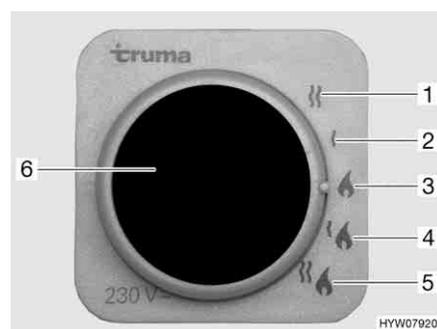

Fig. 186 Selettore di energia per riscaldamento/boiler
- Funzionamento a gas (Fig. 186,3)
- Funzionamento elettrico a 230 V con gradi di potenza da 900 W (Fig. 186,2) oppure 1800 W (Fig. 186,1)
- Funzionamento a gas e funzionamento elettrico a 230 V (funzionamento misto) con gradi di potenza da 900 W (Fig. 186,4) oppure 1800 W (Fig. 186,5)
Se viene selezionato il funzionamento elettrico a 230 V, la spia gialla di controllo si accende (Fig. 186,6).